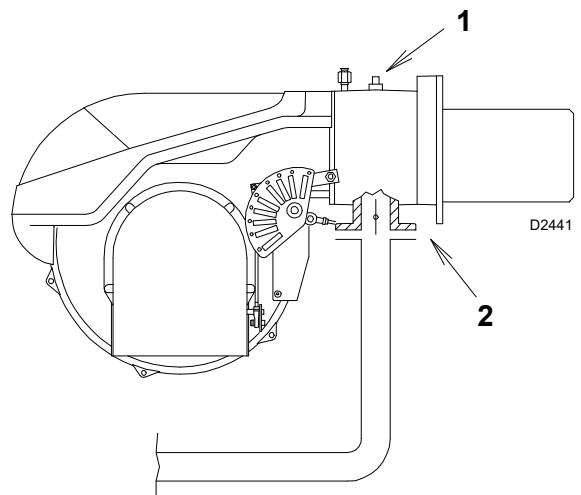

Fig. 21
Gastryk målt ved udtag 1)(Fig. 21 på side 23), med:
Trykfald i gasspjæld 2)(Fig. 21 på side 23) ved maksimal åbning: 90°.
- træk trykket i forbrændingskammeret fra gastrykket ved udtag 1)(Fig. 21 på side 23).
Gastryk ved udtag 1)(Fig. 21) = 17,0 mbar
For at bestemme det nødvendige gastryk ved udtag 1)(Fig. 21), skal du indstille den maksimale modulerende effekt, som du ønsker, at brænderen skal fungere ved:
- Aflæs trykket til højre, kolonne 1, ved udtag 1)(Fig. 21).
tryk, der kræves ved udtag 1)(Fig. 21).